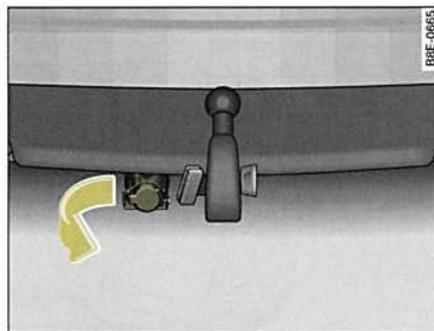

Fig. 202 Parachoques trasero: Pivotar hacia abajo la toma de corriente para el remolque
- Bascule hacia abajo la toma de corriente que se encuentra bajo el parachoques para conectar los cables del remolque ⇒ *página 227, fig. 202.*